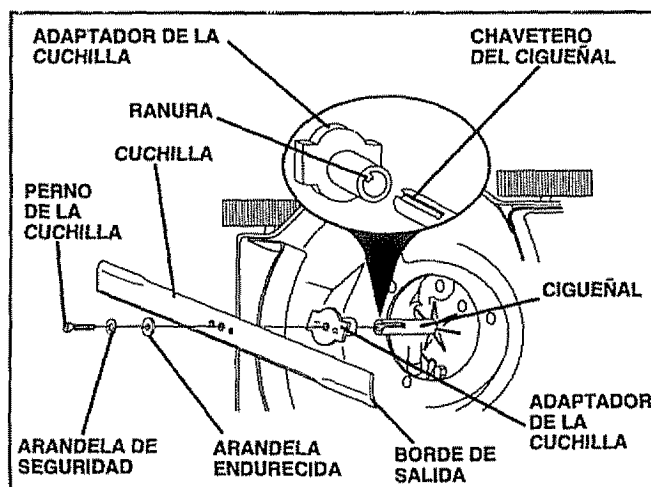

FIG. 9
**PARA REMOVER LA CUCHILLA (Vea la Fig. 9)**
**PARA CAMBIAR LA CUCHILLA (Vea la Fig. 9)**
- Ponga la cuchilla en el adaptador de ésta alineando los dos (2) agujeros en la cuchilla con las salientes elevadas en el adaptador.